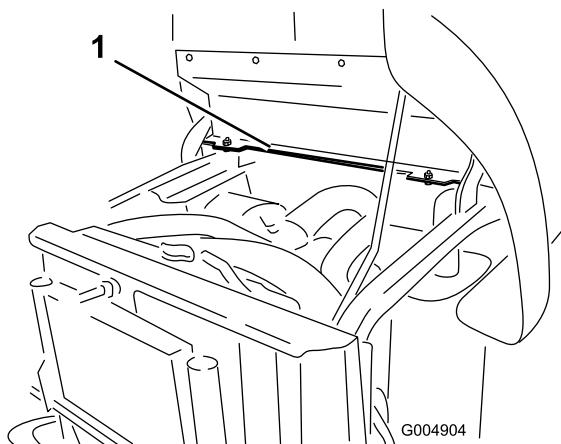

Figura 8
- Individuate i 2 fori di montaggio sul lato sinistro del supporto del telaio posteriore (Figura 8).